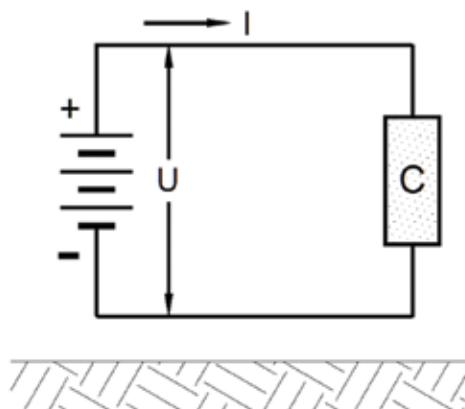

Figura 1
- » Fuente no conectada a tierra: La figura 1 ilustra el caso y se puede apreciar la independencia de la fuente con tierra y, por lo tanto, de la corriente eléctrica  $I$ .